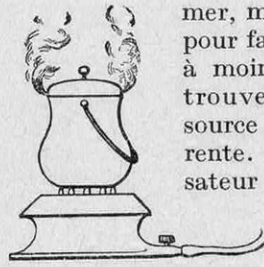

FIG. 2. — EXEMPLES D'ENRICHISSEMENT DE SYSTÈMES EN ÉNERGIE
Ceci posé, considérons un système dans un certain état initial : une horloge d'appartement dont le ressort est détendu. Nous lui fournissons de l'extérieur un travail  $\mathfrak{E}$  de 2 kilogrammètres. Nous disons que son énergie a augmenté de 2 kilogrammètres. Un pot-au-feu froid (état initial), que nous amenons à l'ébullition (état final), grâce à une quantité de chaleur  $Q$  de 300 calories par exemple, a reçu un accroissement d'énergie de  $425 \times 300 = 127.500$  kilogrammètres (1) (fig. 2).